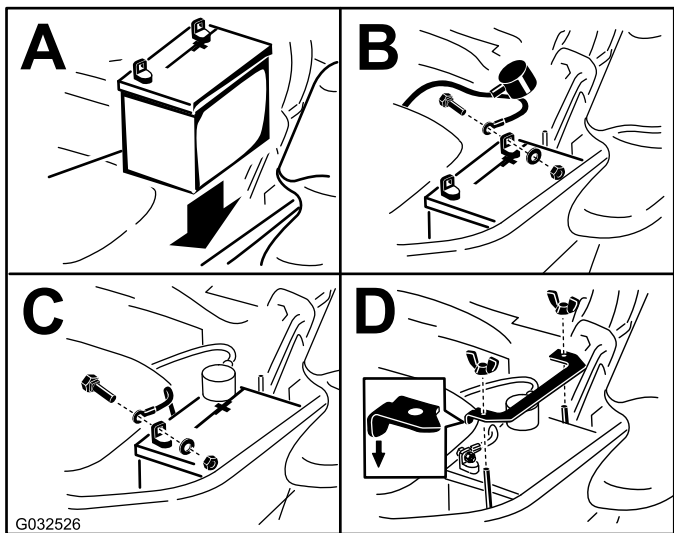

Figura 64
**Nota:** Posicione a bateria na base com os pólos terminais no lado oposto do depósito hidráulico (Figura 64).